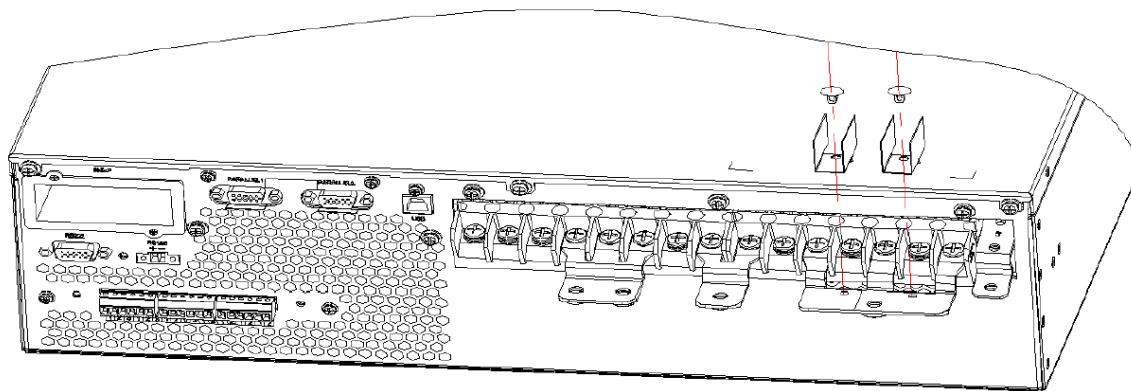
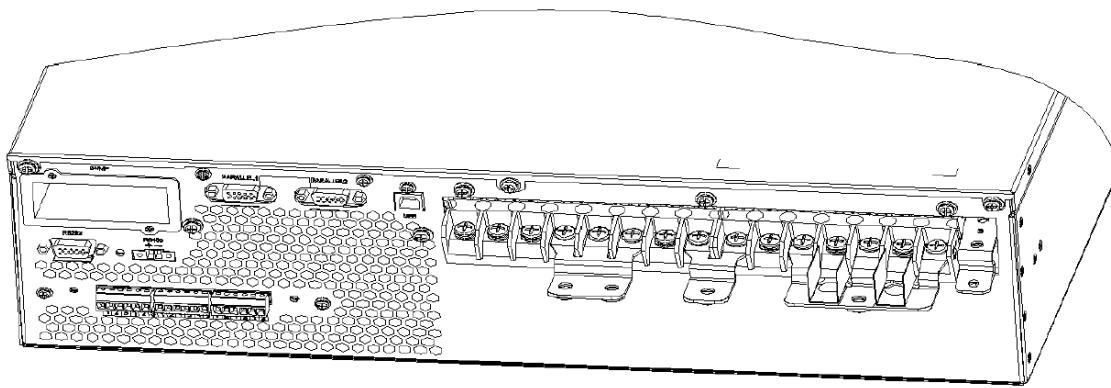

Рисунок 18. Установка изоляционной пленки
Рисунок 19. Фиксация изоляционной пленки
3. Установите изоляционную пленку (аксессуар) на медную перемычку №.5 (Рисунок 18), и зафиксируйте пластиковой заклепкой (Рисунок 19).